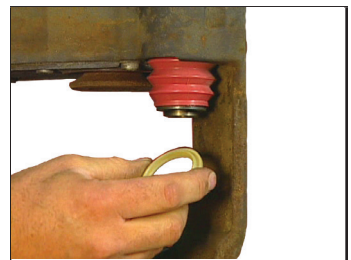

Figura 84 – Coloque el anillo de seguridad en la ranura del pasador guía
5.6.35 Consulte la figura 84. Para instalar los pasadores guía, primero lubrique ambos pasadores guía con la grasa blanca suministrada. Inserte los pasadores guía en sus respectivos orificios con el extremo ranurado hacia los tubos de guía.